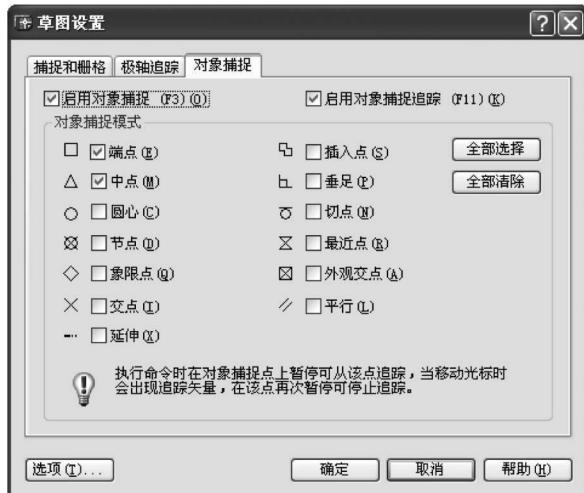

图 1.7 “对象捕捉”设置
(1) 必须预先设置需要显示的特征点。设置特征点的方法是在“对象捕捉”按钮上单击鼠标右键，然后选择“设置”打开“草图设置”对话框，在此进行“对象捕捉”设置，如图 1.7 所示。